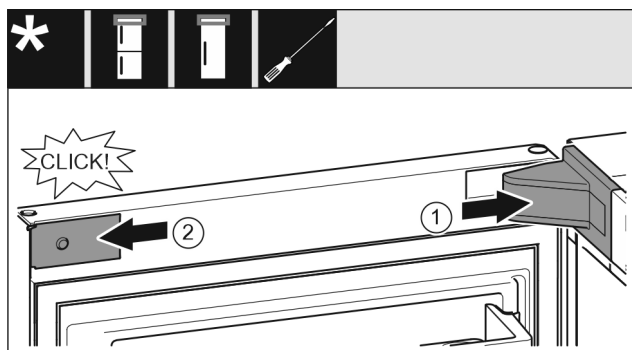

Fig. 64
- ▶ Założyć osłonę płytki zawiasu Fig. 64 (1) i zazębić, ew. ostrożnie odsunąć.
- ▶ Założyć zaślepkę Fig. 64 (2) z boku i zazębić.